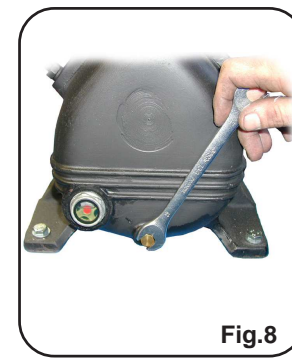

Fig.8
- ➔ Contrôle niveau ou vidange d'huile: Pour la longévité du groupe de compression et du moteur. (Fig. 1 et Fig.8)